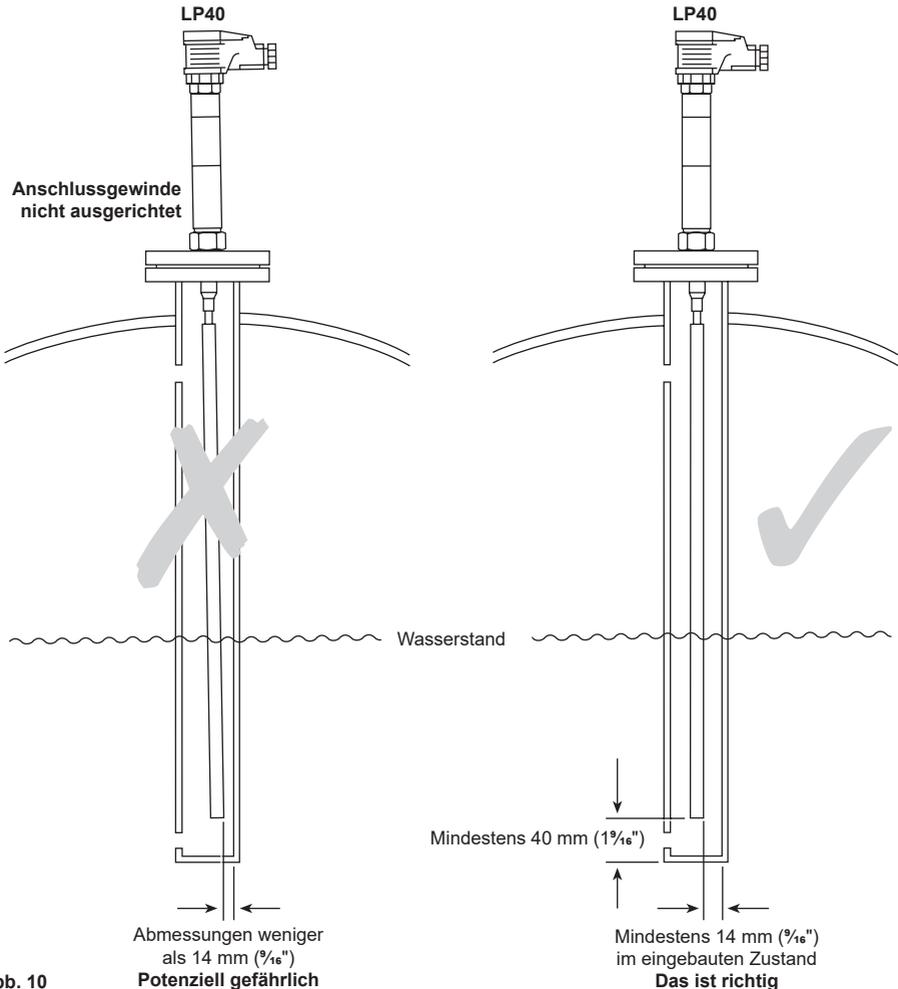

Abb. 10
Bei korrekter Durchführung des Tests wird sichergestellt, dass die endgültige Position der Sondenspitze mindestens 14 mm ( $\frac{1}{2}$ " ) vom Schutzrohr entfernt ist. Siehe Abb. 10.
- Schutzrohr nicht groß genug gebohrt und/oder nicht tief genug (das Rohr sollte mindestens 40 mm ( $1\frac{1}{16}$ ") tiefer sein als das Ende der Sonde, siehe Abbildung 10).